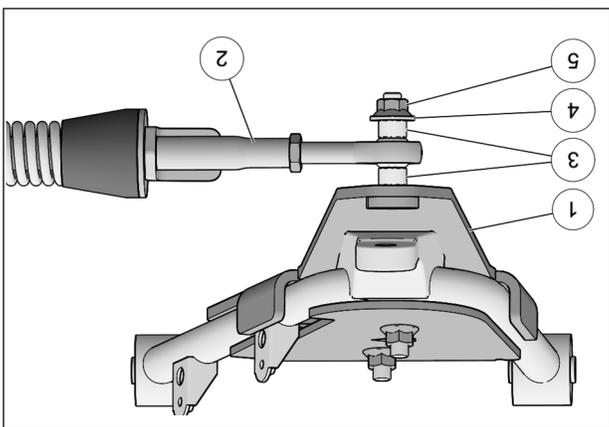

Fig. 20
8. Fixer le bras stabilisateur (2) au boulon déjà installé sur l'ancrage de suspension (1) à l'aide des deux espaces (3), de la rondelle (4) et de l'écrou autobloquant (5). Serrer à un couple de 70 N•m [52 lb•pi]. Voir la Fig. 20